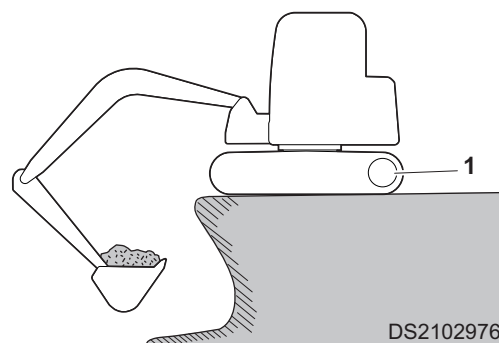

Figura 41
4. Cuando trabaje próximo a un borde excavado o un barranco, asegúrese de que la máquina se encuentre sobre suelo firme y resistente. Mantenga los motores de propulsión (1, Figura 41) en la parte de atrás. Consulte Figura 41.